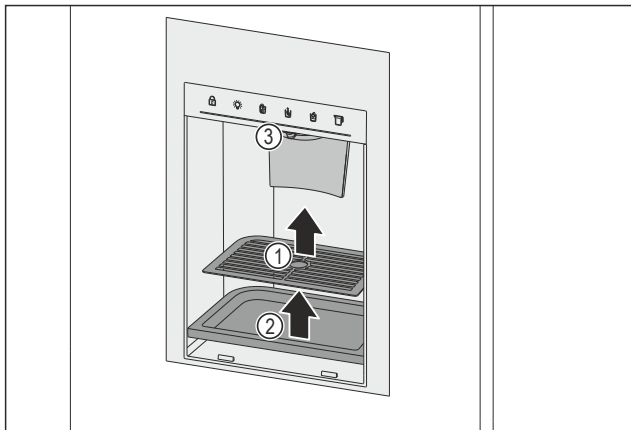

Fig. 155 Vyjímání odkapávací mřížky a odkapávací misky
- ▶ Vyjměte odkapávací mřížku Fig. 155 (1).
- ▶ Vyjměte odkapávací misku Fig. 155 (2).
- ▶ Odtok Fig. 155 (3) a okolí očistěte měkkou čistou utěrkou, vlažnou vodou a trochou mycího přípravku.